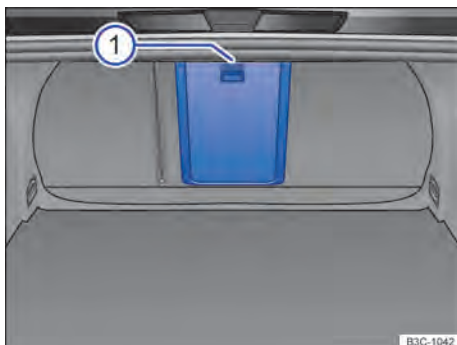

Fig. 107 No compartimento de bagagem: alavanca de destravamento com marcação ①.
- Rebater a tampa do dispositivo para transporte de objetos longos para trás, até que ela se encaixe. A marcação vermelha no lado do compartimento de bagagem ⇒ Fig. 107  não pode estar visível.